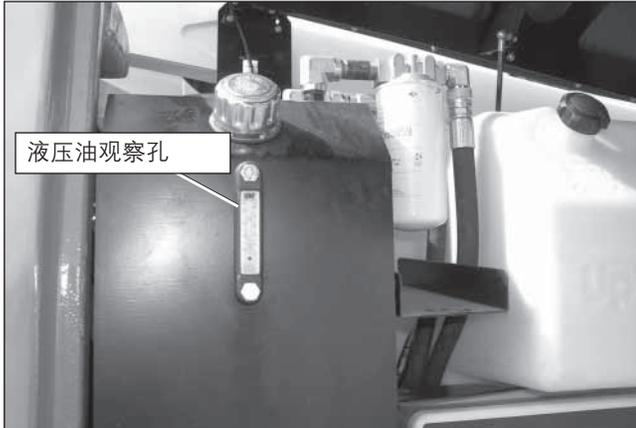

图 7.7 – 液压油液位指示标记
3. 目视检查, 确保透过观察孔能够看到液压油 (请参见图 7.7)。